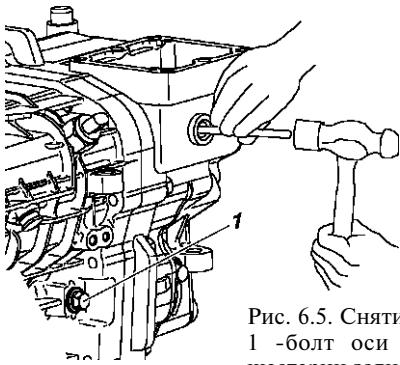

Рис. 6.5. Снятие штифта:
5. Снимите штифт головки штока, используя бородок с тонким цилиндрическим концом (рис. 6.5). Отверните болт 1 оси промежуточной шестерни заднего хода на картере коробки передач.